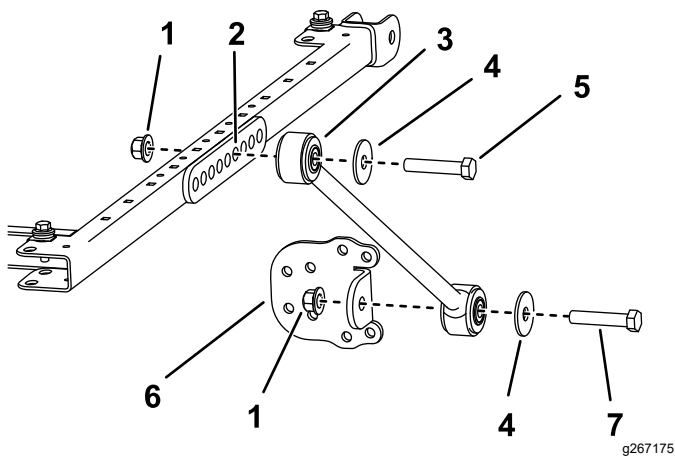

Рисунок 24
9. С каждой стороны рамы солнцезащитного навеса прикрепите, не затягивая, подпорку к шестому отверстию монтажного кронштейна с помощью болта ($\frac{1}{2} \times 2\frac{3}{4}$ дюйма), шайбы ($\frac{1}{2}$ дюйма) и фланцевой гайки ($\frac{1}{2}$ дюйма), как показано на рис. Рисунок 24.
10. Прикрепите, не затягивая, кронштейн подпорки к каждой подпорке с помощью болта ($\frac{1}{2} \times 2\frac{1}{2}$ дюйма), шайбы ($\frac{1}{2}$ дюйма) и фланцевой гайки ($\frac{1}{2}$ дюйма), как показано на Рисунок 24.